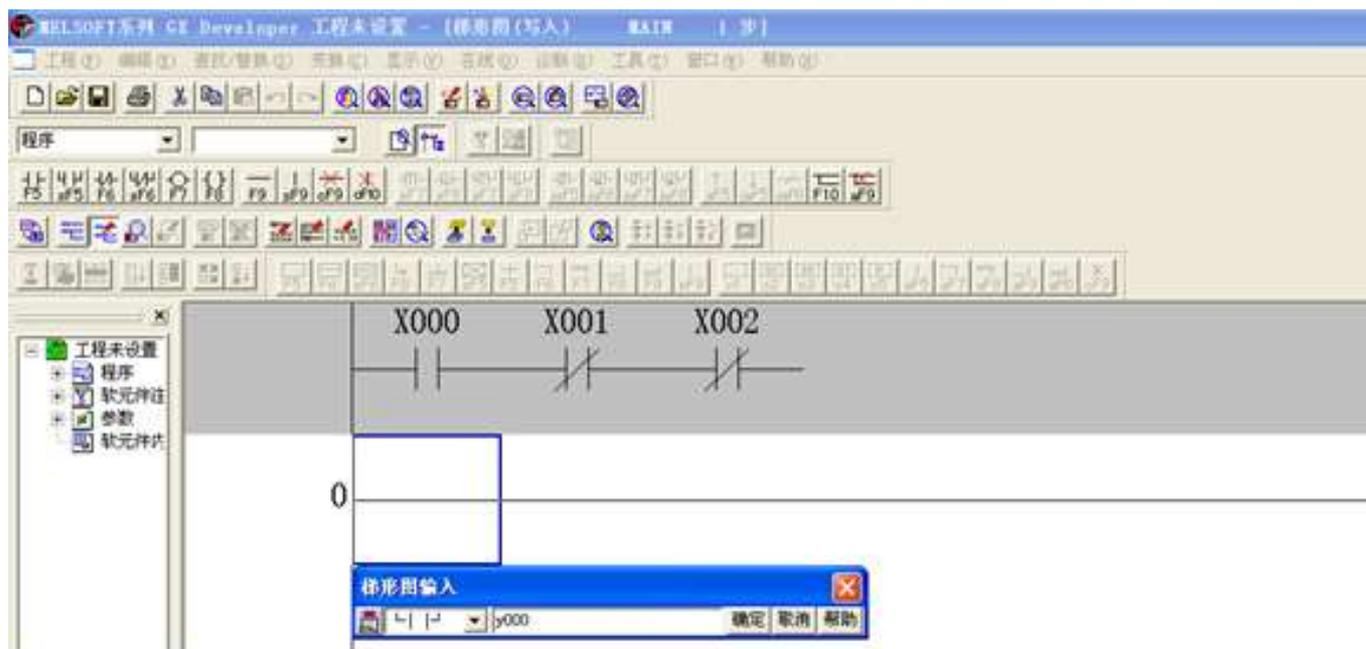
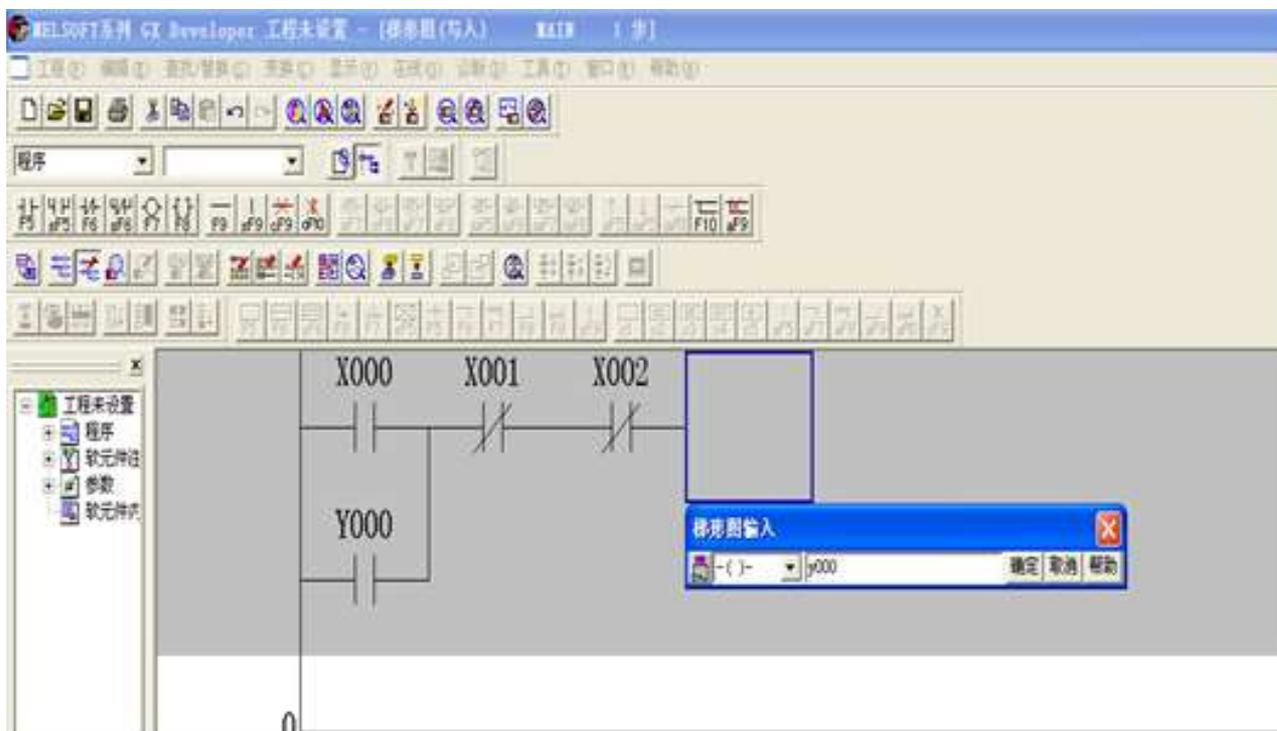
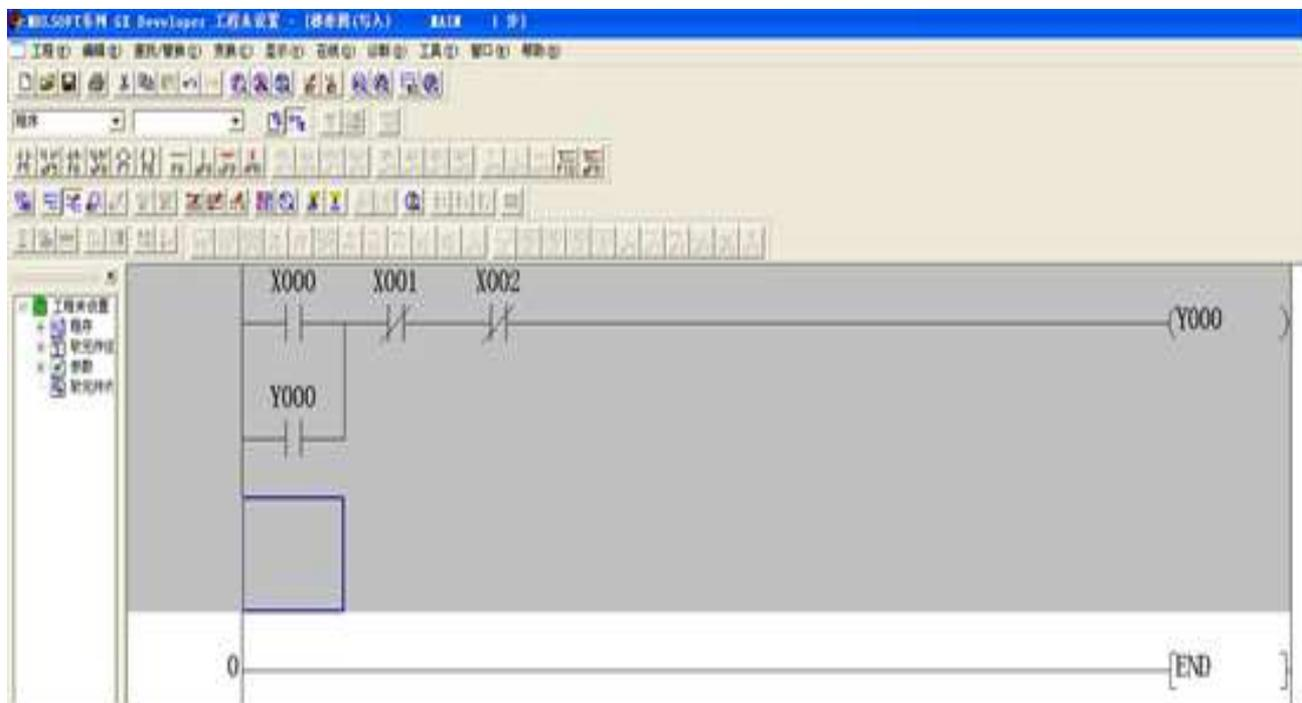

图7.75 输入X001和X002后的窗口及触点Y000输入对话框
图7.76 输入Y000并联触点后的窗口及线圈Y000输入对话框
图7.77 单击“确认”按钮后窗口
(2)串联常闭触点X001和X002的输入。与常开触点输入方法一样，单击“按钮窗口”中的“常闭触点”按钮，同样弹出“输入元件”对话框。将光标定在空白条左端，用键盘输入X001，按回车键或单击“确认”按钮后完成常闭触点X001的输入；X002的输入不再赘述。输入X001和X002后的窗口如图7.75所示。
(3) 并联常开触点Y000的输入。单击“按钮窗口”中的“并联常开触点”按钮，弹出“输入元件”对话框，如图7.75所示。用键盘输入Y000，按回车键或单击“确认”按钮后完成并联常开触点Y000的输入，如图7.76所示。
(4)线圈Y000的输入。单击“按钮窗口”中的“线圈”按钮，弹出“输入元件”对话框，如图7.76所示。用键盘输入Y000，按回车键或单击“确认”按钮后完成线圈Y000的输入，如图7.77所示。